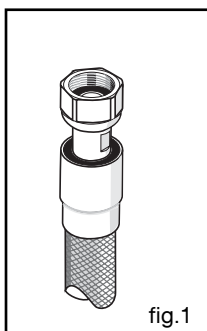

fig.1
- Les échauffements produits par son fonctionnement classent cette cuisinière en classe 1 (appareil isolé) ou en classe 2 - sous classe 1 (incorporable ou non incorporable, fig.1), selon norme gaz : EN 30-1-1.
Vous devez respecter les cotes d'encastrement suivantes (fig.1 et 2):
- Enfoncez un tournevis entre la tôle du capot et la trappe puis faites pivoter la trappe (**fig. 1**).
- Pour les gaz distribués par une canalisation (gaz naturel), le raccordement s'effectue (fig. 1) :
- soit par tuyau flexible avec embouts mécaniques filetés (fig. 1).
- Retirez les grilles, les chapeaux et les têtes de tous les brûleurs (fig. 1).
- Enlevez le déflecteur en dévissant les 2 vis le maintenant (**fig.1**)
- Enlevez le capot arrière en dévissant les 11 vis de maintien (**fig.1**)